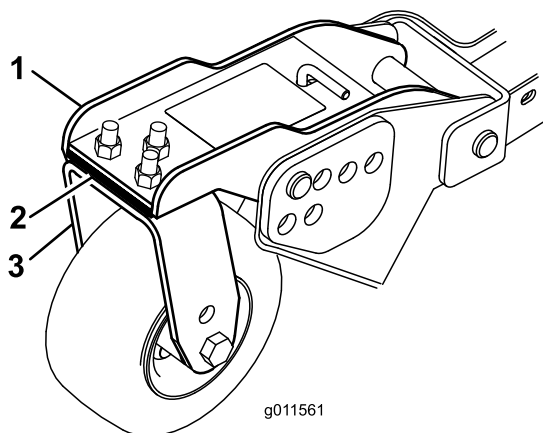

Figura 31
Gire la cuchilla de cada eje hasta que los extremos estén orientados hacia adelante y hacia atrás. Mida desde el suelo hasta la punta delantera del filo de corte. Ajuste los suplementos de 3 mm de las horquillas de las ruedas giratorias delanteras hasta que la altura de corte corresponda con la marca de la pegatina (Figura 31). Para el eje de la cuchilla exterior solamente, consulte Ajuste de la inclinación de la unidad de corte.
3. Si el borde interior de la unidad de corte lateral está demasiado alto respecto al borde exterior de la unidad de corte delantera, retire un suplemento de 3 mm de la parte inferior del brazo interior delantero de la rueda giratoria en la unidad de corte lateral (Figura 31). Vuelva a comprobar la medida entre los bordes exteriores de ambas unidades de corte laterales y el borde interior de las unidades de corte laterales y el borde exterior de la unidad de corte delantera.